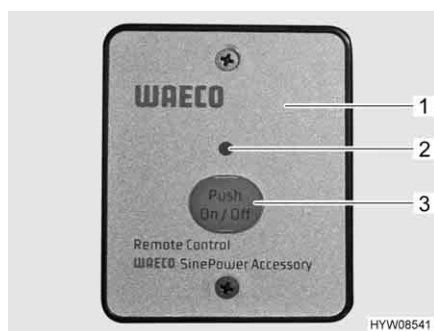

Fig. 63 Interruttore di telecomando
**Comando sull'interruttore di telecomando** L'interruttore di telecomando (Fig. 63,1) è montato nella zona di ingresso dietro la porta di vetro dell'armadio alto.
- Premere il tasto "On/Off" (Fig. 63,3). Il LED (Fig. 63,2) si accende.
- Premere il tasto "On/Off" (Fig. 63,3). Il LED (Fig. 63,2) si spegne.